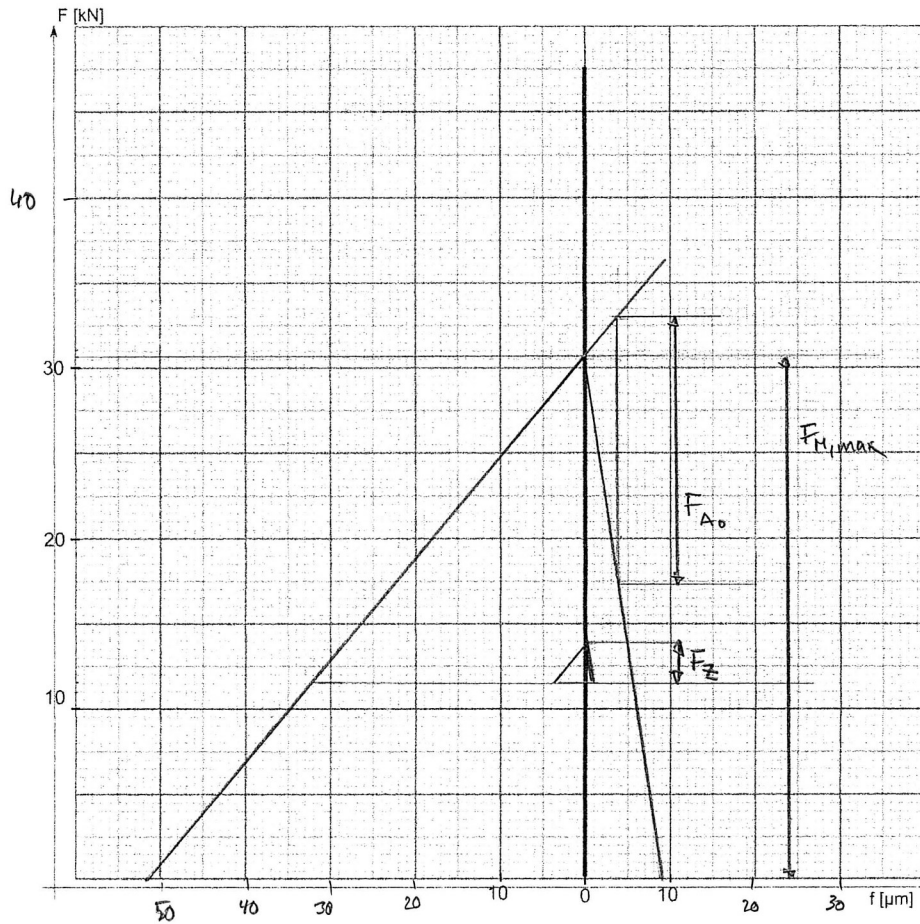

Abbildung 2.2: Verspannungsschaubild
e) **Verspannungsschaubild (3 Punkte)** Zeichnen Sie ein maßstäbliches Verspannungsschaubild. Verwenden Sie dafür das gegebene Diagramm in Abbildung 2.2 unter Beachtung des gegebenen Maßstabs. Einzuzeichnen sind die folgenden Kräfte: $\bar{F}_{M, \text{max}}$, \bar{F}_z , \bar{F}_{A0} .